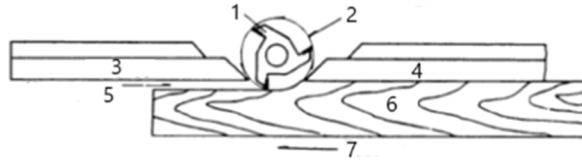

Figur 1
1. För de flesta arbeten, där en del av kanten av arbetet inte berörs av fräsen, är både de främre och bakre staketerna i en rak linje, som visas i figur 1.